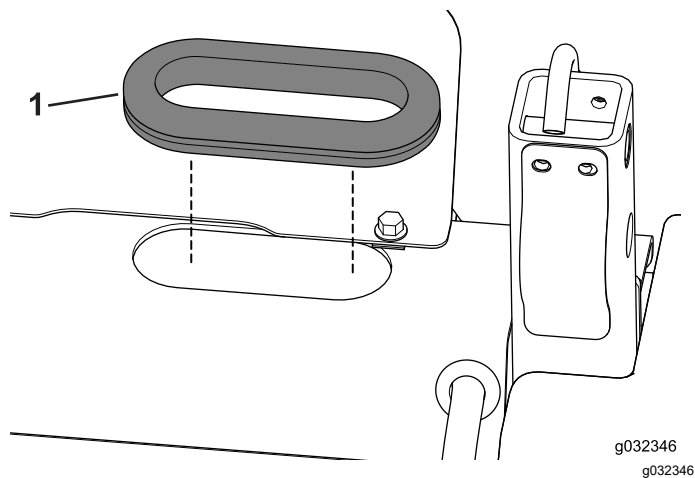

Figura 16
- Instale el anillo de goma en el orificio (Figura 16).